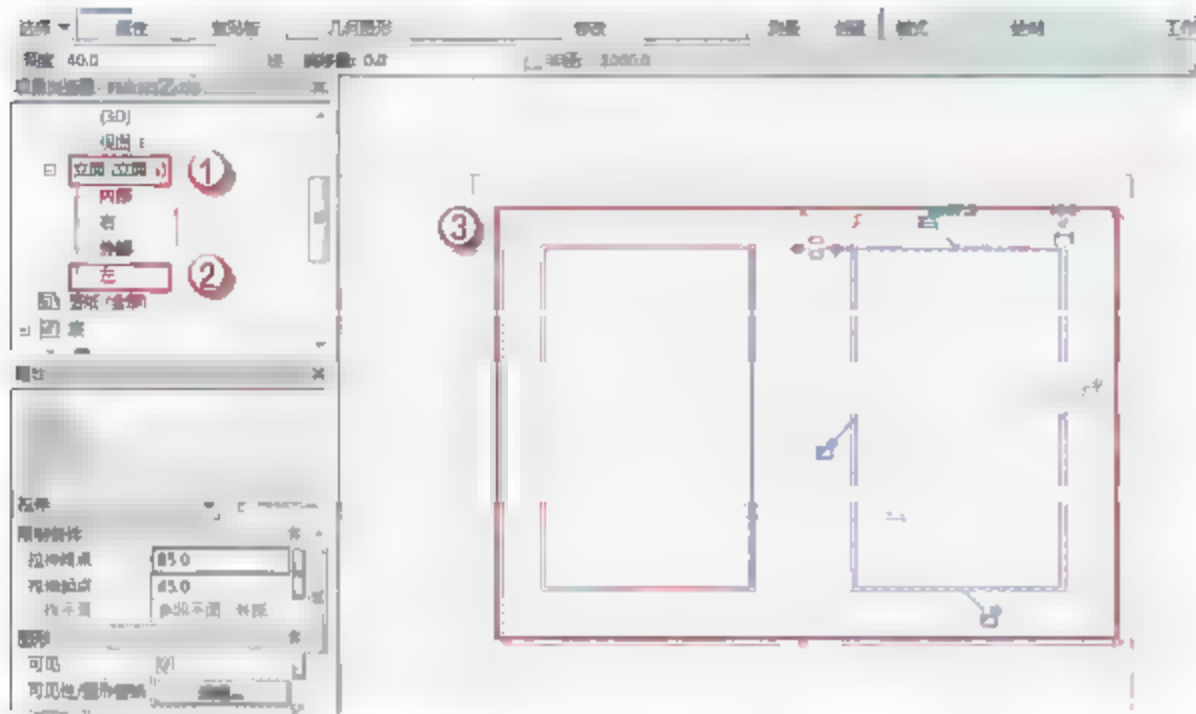

图 6.2.62 FM1521 乙中部窗户玻璃
(22) 绘制 FM1521 乙中部窗玻璃。选择“项目浏览器”中的“立面（立面 1）”→“左”选项，可以进入 FM1521 乙的外部立面视图，选择“创建”→“拉伸”命令，进入“修改 | 编辑拉伸”界面，用菜单中的绘制工具绘制 FM1521 乙中部窗玻璃，如图 6.2.62 所示。绘制完成后，单击√按钮完成绘制。